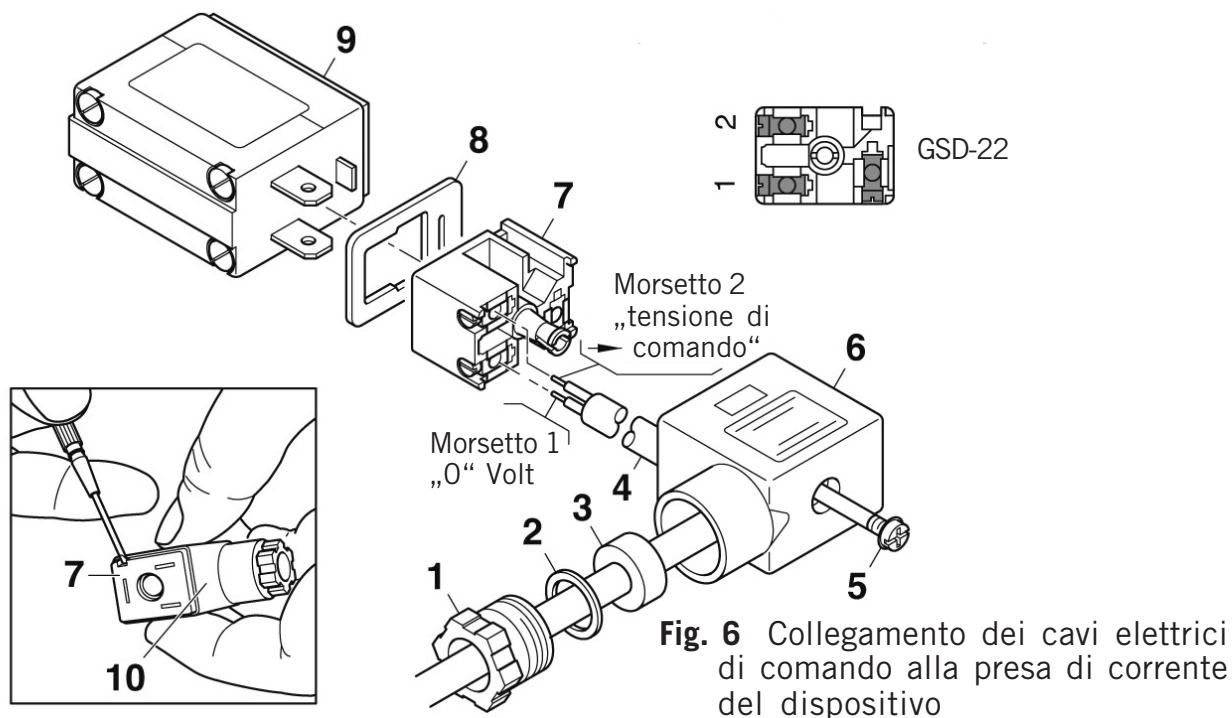

Fig. 6 Collegamento dei cavi elettrici di comando alla presa di corrente del dispositivo
La disponibilità di morsetti è illustrata alla fig. 6.
- Allentare la vite di sicurezza della spina (fig. 6/5) e togliere la presa di corrente del dispositivo GSD-22 (10) dai contatti a lama della valvola P8 (9).
- Estrarre completamente la vite di sicurezza dalla presa di corrente (6) del dispositivo.
- Estrarre il blocco dei collegamenti (7) dall'alloggiamento della presa di corrente del dispositivo con l'ausilio di un giravite.
- Svitare il collegamento a vite (1), togliere la rondella (2) e la guarnizione (3).